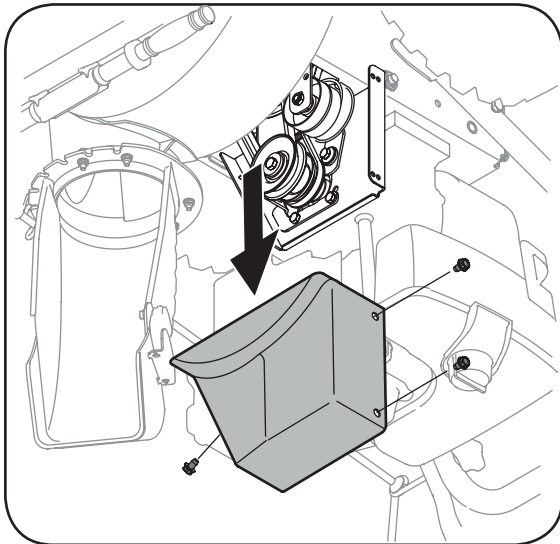

Figure 23
2. Enlevez le couvre-courroie en plastique sur le devant du moteur en retirant les trois vis autotaraudeuses. Voir la Figure 23.